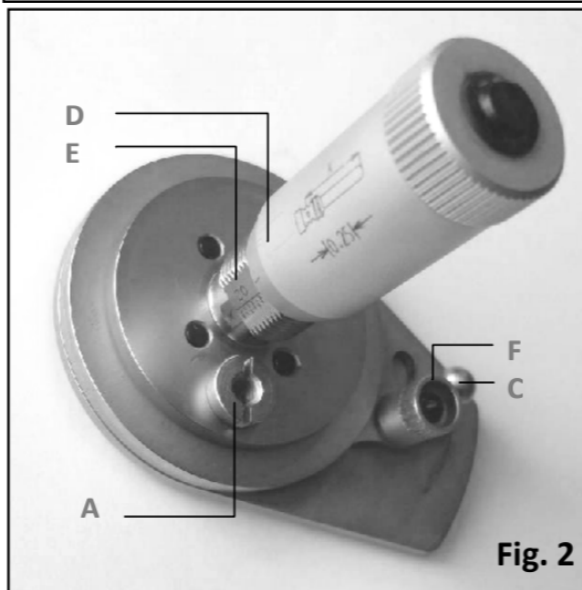
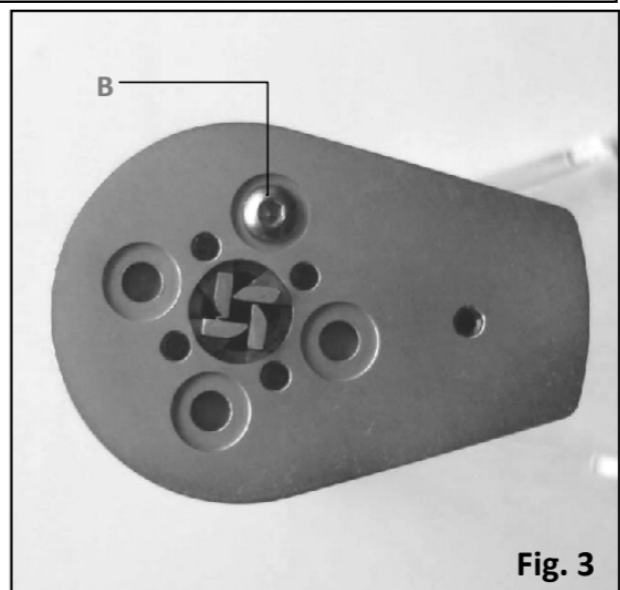

Fig. 2
Fig. 3
- Remove the transport screw (Fig.3/B) from the slotted nut (Fig.2/A).
- Tighten the slotted nut (Fig.2/A) on the threaded pin.
- Transportsicherung (Fig.3/B) von Schlitzschraube (Fig.2/A) entfernen
- Schlitzschraube (Fig.2/A) auf Gewindestift befestigen
- Each division on the barrel (Fig.2/D) equals 0.25 mm; each scale division on the threaded shaft (Fig.2/E) equals 1 mm.
- die Teilung auf der Hülse (Fig.2/D) beträgt jeweils 0,25mm; auf der Skala des Gewindebolzen (Fig.2/E) beträgt die Teilung 1mm